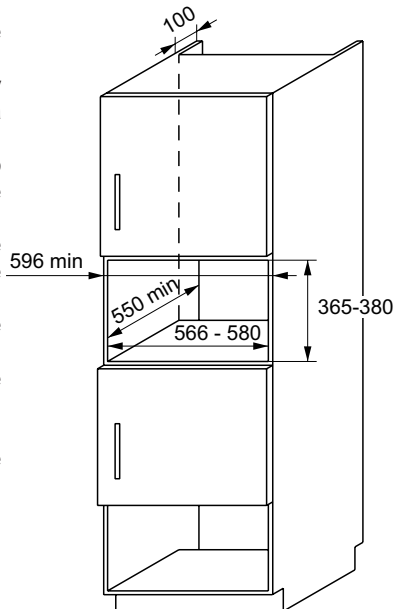

Рис. 1
- Установите печь в нишу с размерами согласно рис. 1. В нише, куда устанавливается печь, не должно быть задней стенки.